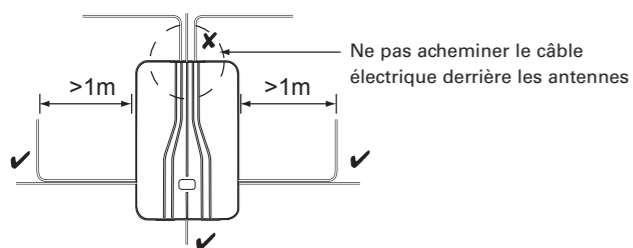
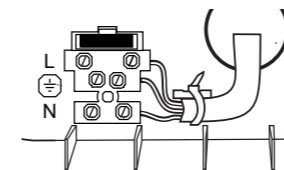

Figure 2. Acheminement du câble électrique
Figure 5. Connexions secteur
**AVERTISSEMENT :**  lorsqu’elles sont connectées au réseau sous tension, les tensions de secteur sont présentes sur les têtes recouvertes des vis du bornier du connecteur secteur (Figure 5).
- Le câble électrique doit être tenu à l'écart et rester éloigné des antennes (Figure 2).
Connecter le câble électrique au bornier (Figure 5) et monter un collier de serrage. Confirmer que le câble électrique est acheminé comme indiqué dans la Figure 2.